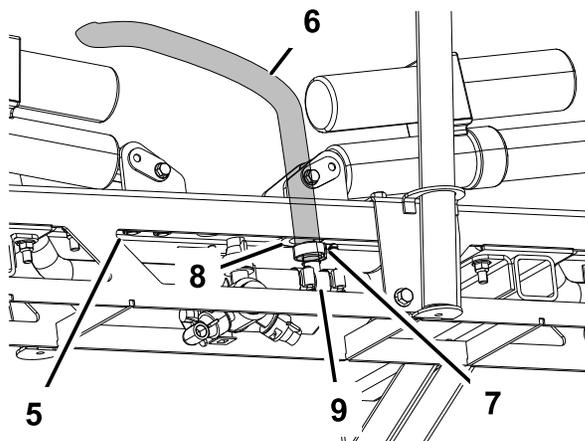

Figura 29
- Cubra con jabón líquido la espiga dentada del acoplamiento en T de ambas extensiones de los brazos (Figura 29). Instale la manguera de la extensión de brazo sobre la espiga y fíjela con una abrazadera.